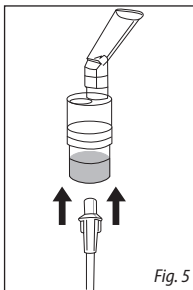

Fig. 5
6. Asegure el nebulizador al tubo de aire, Fig 5.